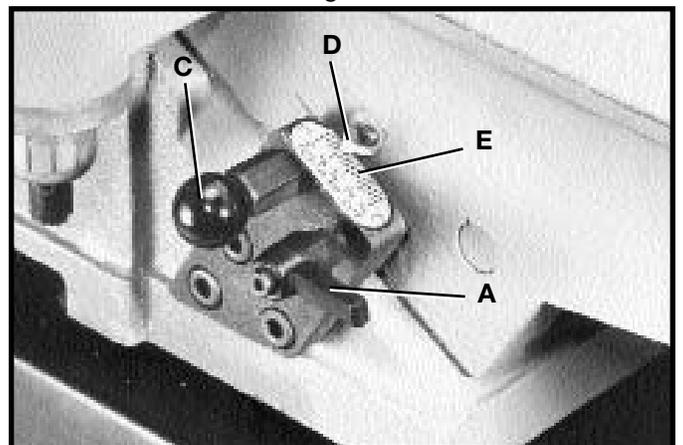

Fig. 36
2. **AVISO:** Cuando esté elevando o bajando la mesa de alimentación, un émbolo situado al extremo opuesto del tope de índice (C) Fig. 36 detiene la mesa automáticamente a una profundidad de corte de 1/8 de pulgada. Para mover la mesa más allá de este punto, resulta necesario extraer el tope de índice (C) y mover la mesa hacia arriba o abajo. **IMPORTANTE:** Asegúrese siempre que la agarradera de cierre de la mesa (A) esté apretada antes del funcionamiento. La agarradera de cierre (A) de la mesa está accionada por resorte y puede ser reorientada extrayendo la palanca y colocándola nuevamente sobre la tuerca dentada situada debajo de la agarradera.
3. La profundidad de corte de la mesa de alimentación (la posición de la mesa en relación con el círculo de corte) puede leerse con el indicador (D) Fig. 36 y la escala (E). El ajuste máximo de profundidad de la mesa con esta machimbradora de 6 pulg. es de 1/2 pulg.